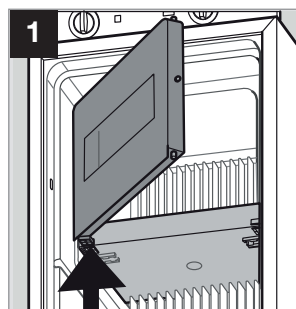

Fig. 22
- Desenganche la puerta del congelador con la ayuda de un destornillador (Fig. 22).